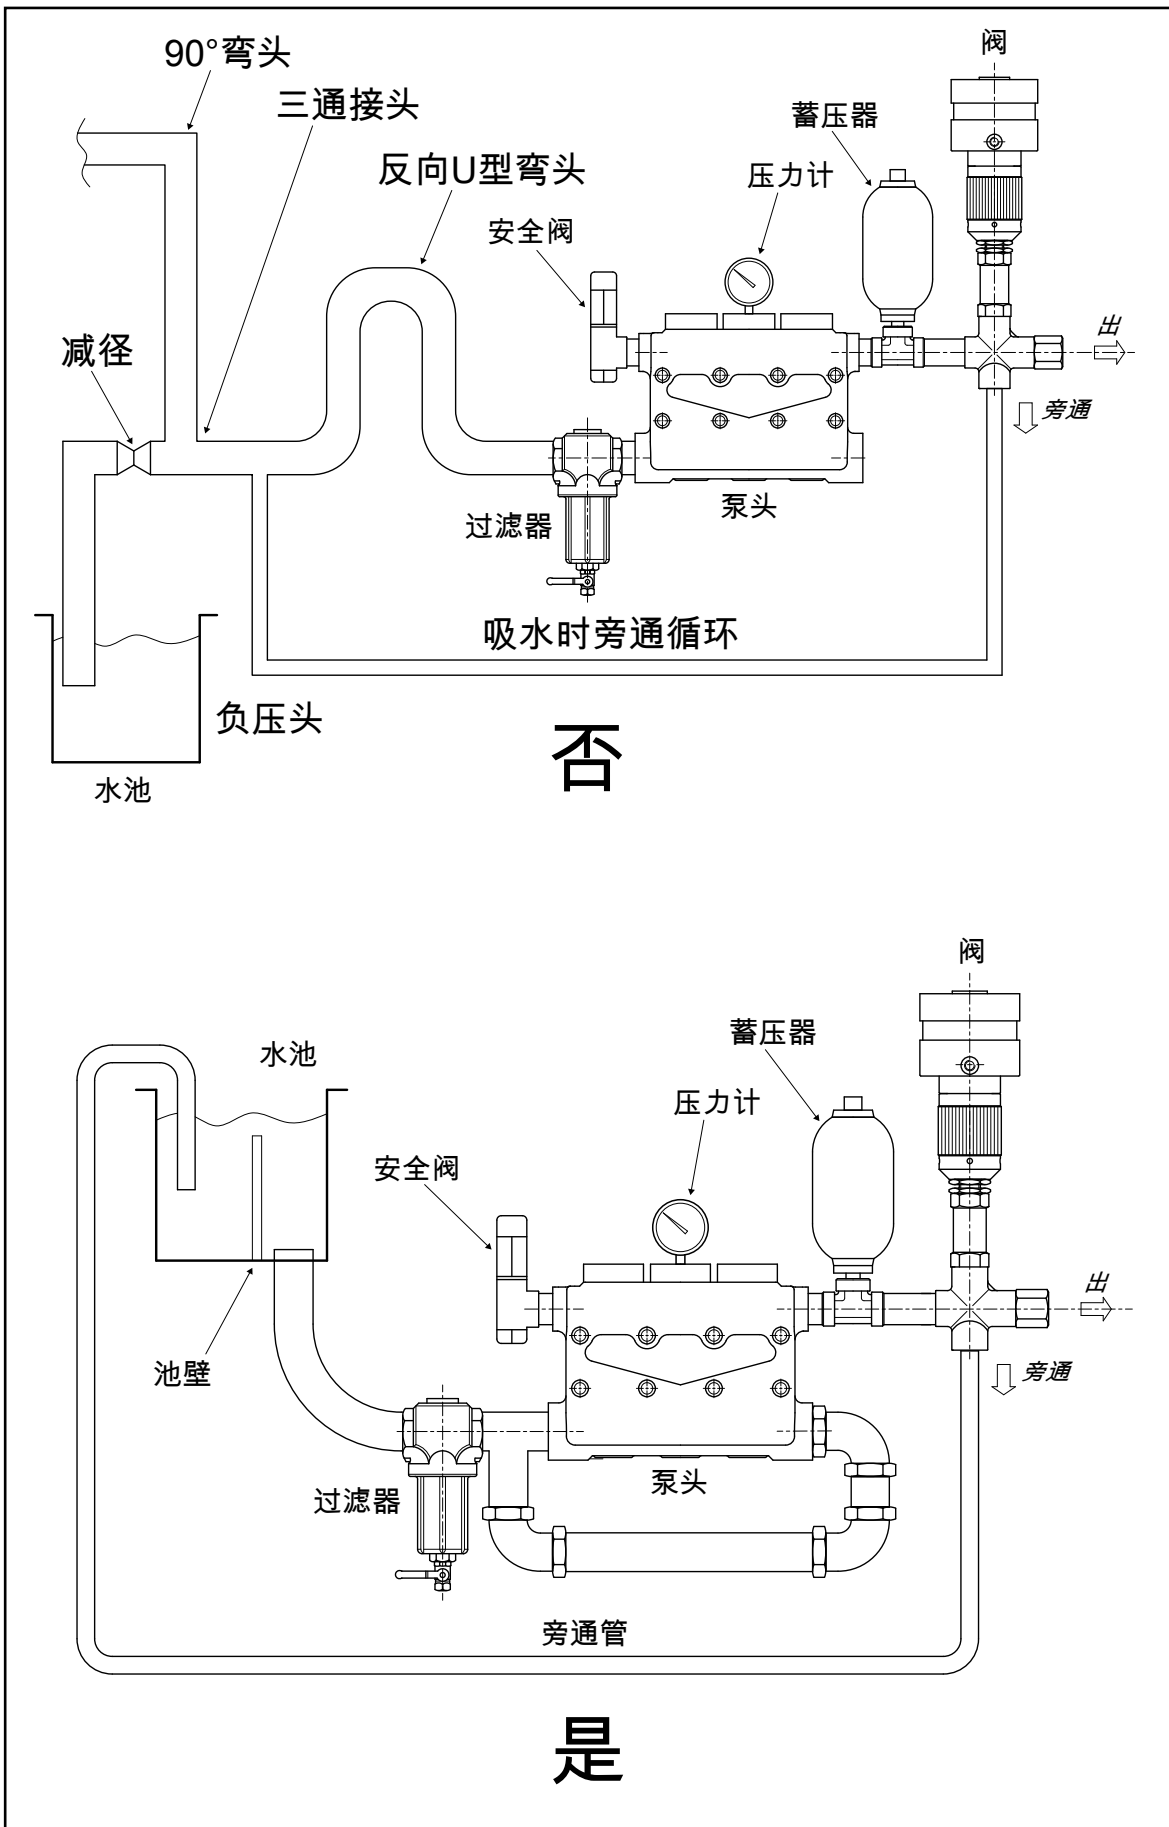

图2
进水口、输水管和旁通管的连接参见图2——泵通用安装示意图。
- 泵吸水时，避免出现吸水口堵塞、回流和反向U型弯。确保泵关停时系统可防止吸水管无水（见图2）。